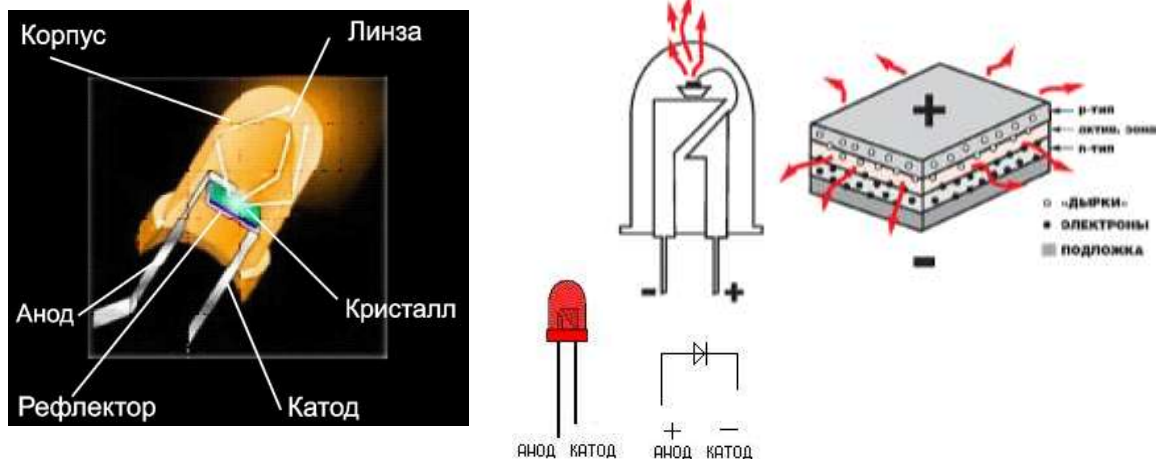

Рисунок 17 – Ламповые диоды
2. **Ламповые диоды** – это радиолампа с двумя рабочими электродами. Один электрод подогревается с помощью нити накала (см. рисунок 17).